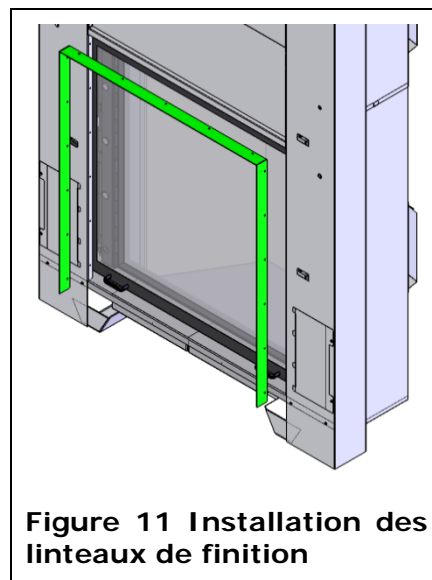

Figure 11 Installation des linteaux de finition
Des linteaux sont fournis avec le foyer pour facilement finir la bordure de l'ouverture avant. Utilisez les rivets fournis (N) pour fixer les linteaux au foyer tel que montré dans la Figure 11.